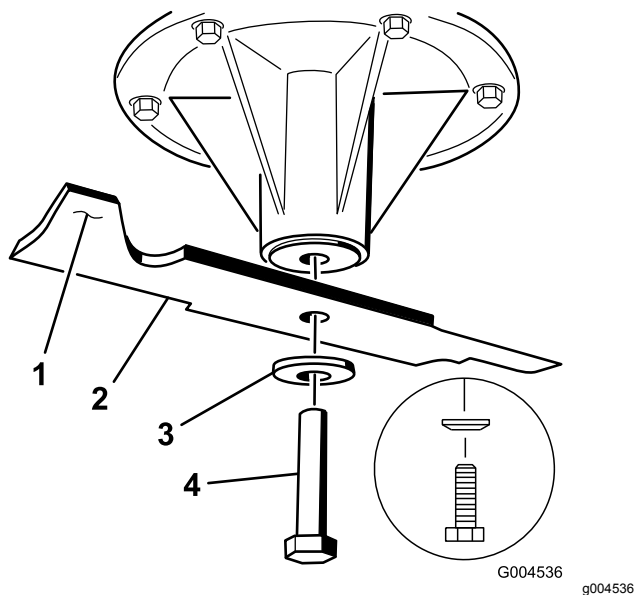

Figura 76
2. Retire a cavilha da lâmina, a anilha curva, e a lâmina do eixo (Figura 76).
3. Se lâmina não estiver equilibrada, lime algum metal da extremidade da aba apenas (Figura 76).